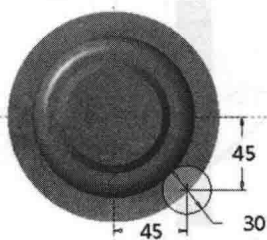
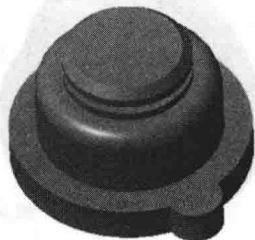
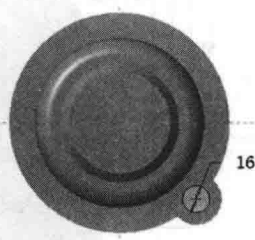

图 1-38 绘制截面
图 1-39 创建拉伸特征
图 1-40 绘制截面
- (26) 在“模型”选项卡中单击“拉伸”按钮  , 在操控板中单击“放置”按钮  , 再在“草绘”滑板中单击“定义”按钮  。
- (27) 选取 RIGHT 基准面为草绘平面, TOP 基准面为参考平面, 方向向左。
- (28) 在【草绘】对话框中单击“草绘”按钮  , 进入草绘模式。
(29) 单击“草绘视图”按钮，定向草绘平面与屏幕平行。
(30) 单击“圆心和点”按钮，在工作区中绘制一个圆 ($\phi 30\text{mm}$)，如图 1-38 所示。
(31) 单击“确定”按钮，在操控板中选取“拉伸为实体”按钮，深度类型选“盲孔”选项，深度为 20mm。
(32) 单击“确定”按钮，创建一个实体特征，如图 1-39 所示。
(33) 在“模型”选项卡中单击“拉伸”按钮，在操控板中单击“放置”按钮，再在“草绘”滑板中单击“定义”按钮，在【草绘】对话框上单击“使用先前的”按钮。
(34) 单击“草绘视图”按钮，定向草绘平面与屏幕平行。
(35) 单击“同心圆”按钮，在工作区中绘制一个同心圆 ($\phi 16\text{mm}$)，如图 1-40 所示。